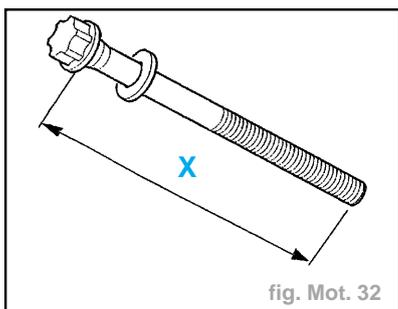

fig. Mot. 32
- (X) doit être inférieur à 149,5 mm (fig. Mot. 32).